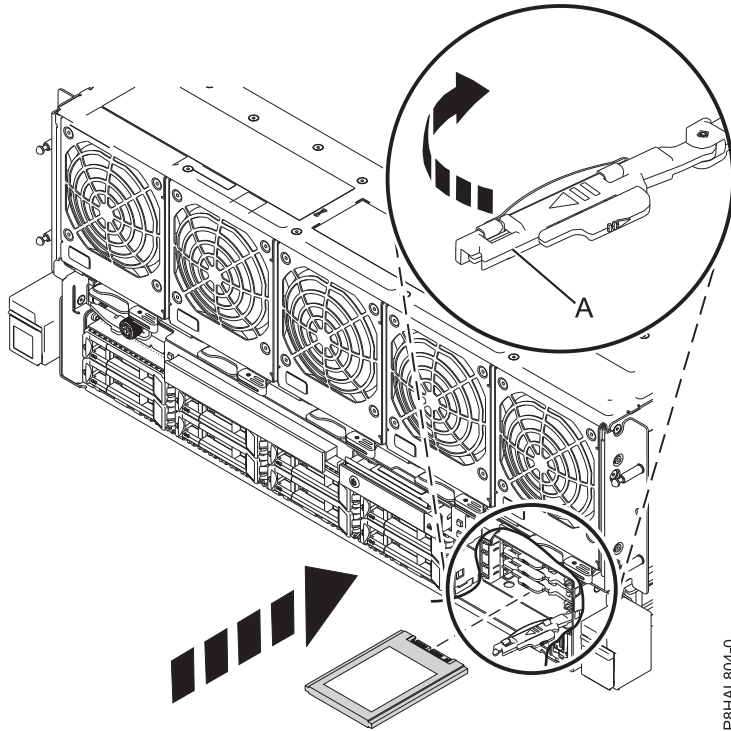

Figura 20. Sustitución de una SSD en un sistema 8408-44E o 8408-E8E
9. Con el asa de la bahía de unidad SSD (A) en la posición de desbloqueo, tire de la palanca hacia afuera para acceder a los rieles de guía de la ranura de SSD. Sostenga la SSD por la parte inferior mientras la alinea con los rieles de guía de la ranura de SSD. Consulte la Figura 20 en la página 32.
10. Deslice la SSD en el sistema hasta que la unidad se detenga y bloquéela girando el asa (A) en la dirección mostrada en la Figura 20 en la página 32.